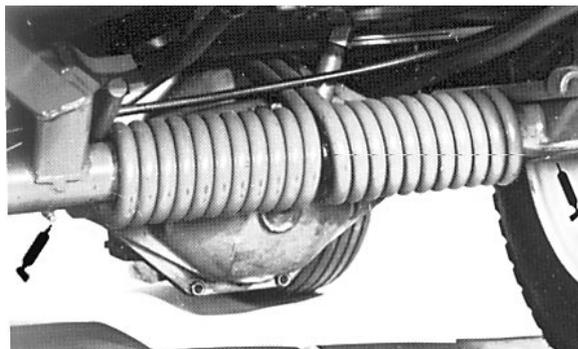
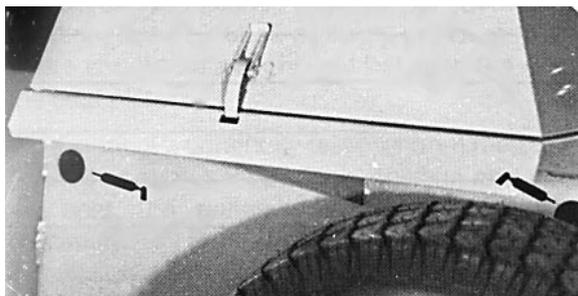

Fig. 17
Fig. 18
1. I cuscinetti e le boccole da lubrificare sono: l'albero della presa di forza ed i gioghi (Fig. 15); i perni della leva di sollevamento (Fig. 16); i giunti sferici destro e sinistro della leva di spinta (Fig. 16); le boccole di rotazione della leva di spinta (Fig. 17); i blocchi di rotazione della presa di forza (Fig. 18); le boccole di rotazione del freno (Fig. 19); le boccole del fusello della ruote posteriori (Fig. 20 e 21); le boccole della piastra lo sterzo (Fig. 21); la boccia del perno del cambio (Fig. 21); ed il cuscinetto dell'albero motore del motore (Fig. 22). Spalmare di grasso anche entrambi i cavi dei freni dai lati ruote motrici e pedali.